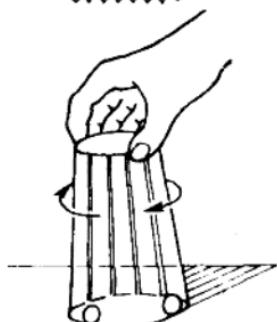

图 2-9
2. 在一个倒扣在桌面上的玻璃杯中，放几颗玻璃弹子。手拿杯底沿水平圆圈晃动杯子（图 2-9），在杯内的弹子将沿杯子壁运动。如果突然停止晃动，并迅速提起杯子，弹子将如何运动？你能做这个实验并加以解释吗？